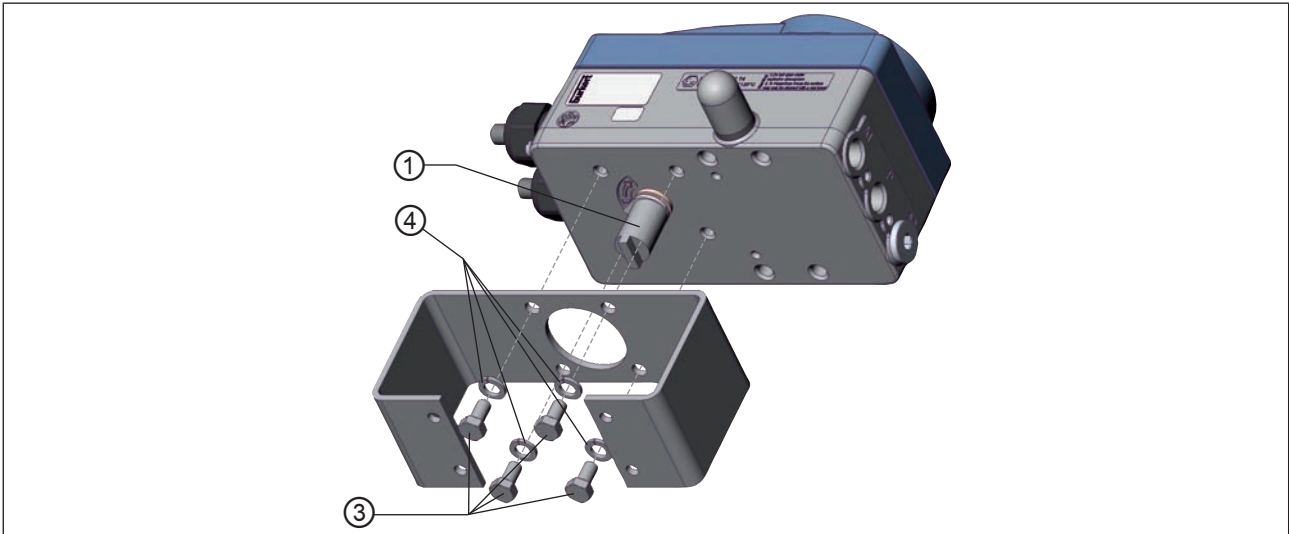

Bild 28: Montagebrücke befestigen (schematische Darstellung)
→ Die Montagebrücke mit 4 Sechskantschrauben ③ und Federringen ④ am Positioner befestigen (siehe „Bild 28“).